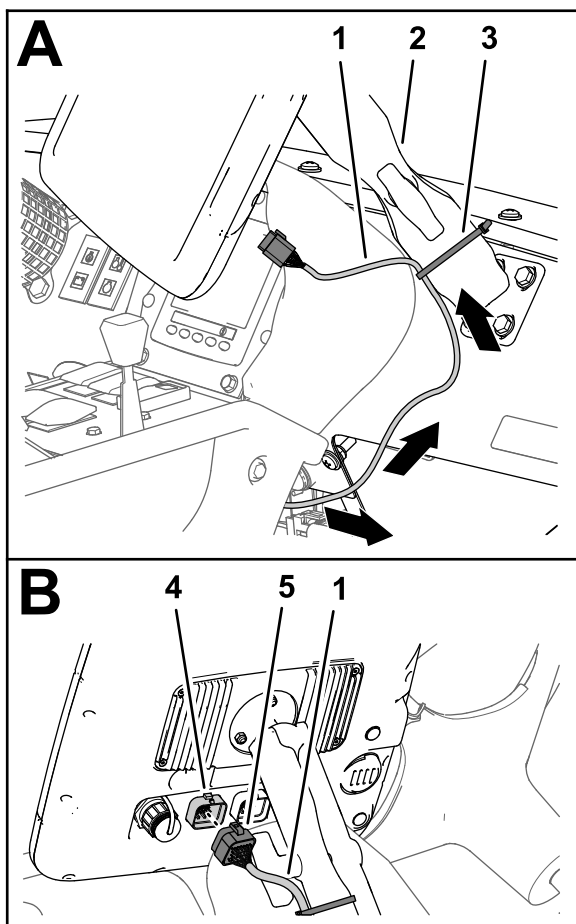

図 143
- データ用ハーネスの 220 cm の枝線をダッシュパネルの穴のハトメに通す 図 143。
6. データ用ハーネスの 26 ソケットコネクタを、スプレーヤのディスプレイの 26 ピンコネクタに接続する。コネクタ同士をしっかりと押し込んで確実にロックさせること 図 143。
7. ケーブルタイを使って、220cm のデータハーネス枝線を、モニターのアームに固定する 図 143。